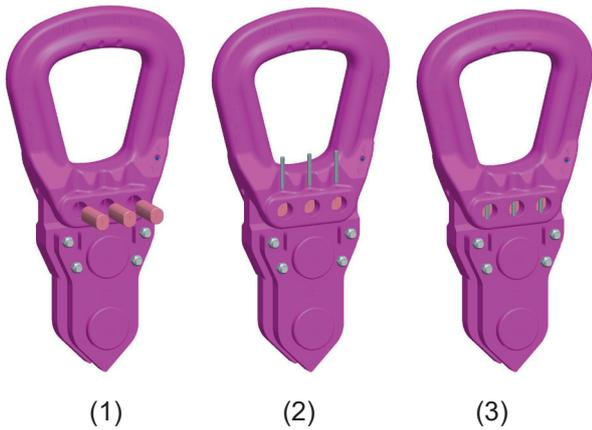

Fig. 17: Adaptateur de montage
1. Insérez les trois axes VIP-G (Fig. 17 (1)).
2. Enfoncez les trois goupilles élastique (Fig. 17 (2)).